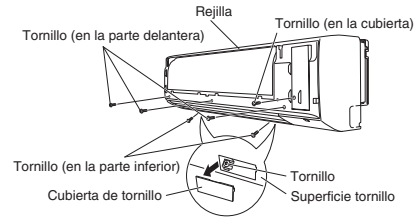

Fig. 3-83
- Quite los tres tornillos que se encuentran en la parte delantera de la unidad y quite las cubiertas de los tornillos que se encuentran en la superficie inferior. A continuación, extraiga los 2 tornillos. (Fig. 3-83)
- Extraiga el tornillo de la placa de la cubierta derecha y quite la cubierta. (Fig. 3-83)